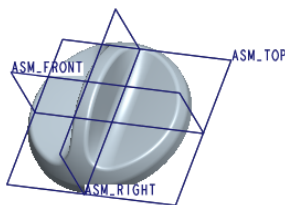

图 11.13 参考件组装完成后
Step3. 系统弹出“元件放置”操控板，在“约束”类型下拉列表中选择  **默认** 选项，将参考模型按默认放置，再在操控板中单击  按钮。参考件组装完成后，组件的基准平面与参考模型的基准平面对齐，如图 11.13 所示。